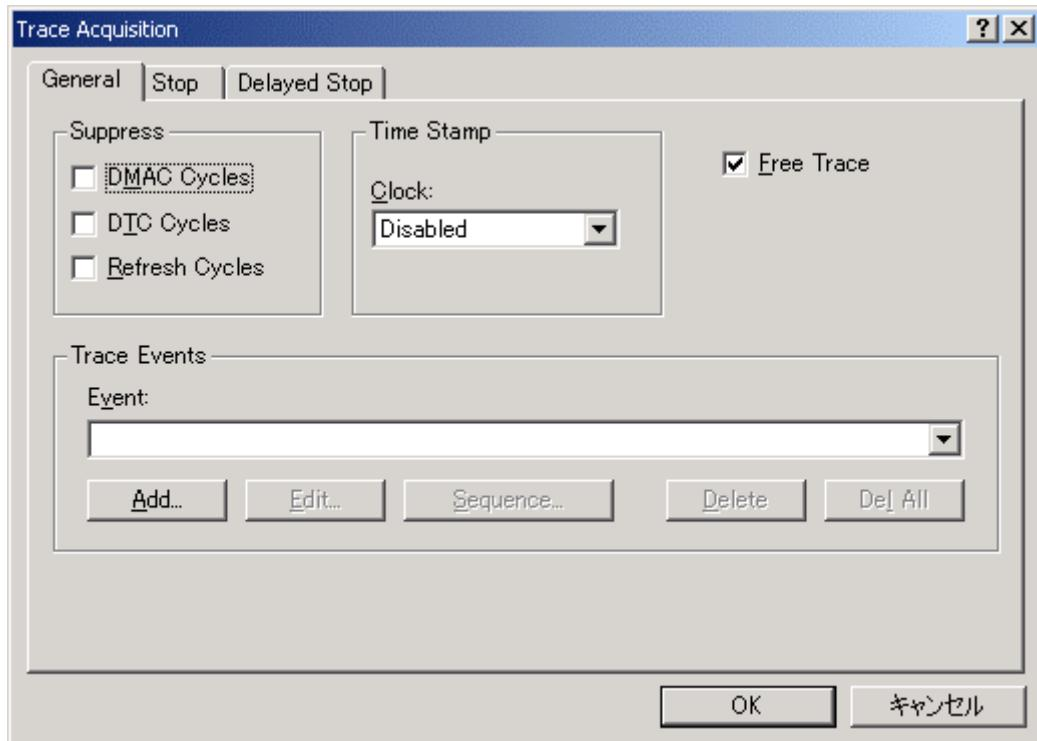

図 6-41 [Trace Acquisition]ダイアログボックス
- (1)マウスの右ボタンで[Trace]ウィンドウをクリックすることによって開くポップアップメニューから[設定...]を選択してください。[Trace Acquisition]ダイアログボックスが表示されます。（図 6-41 [Trace Acquisition] ダイアログボックス）